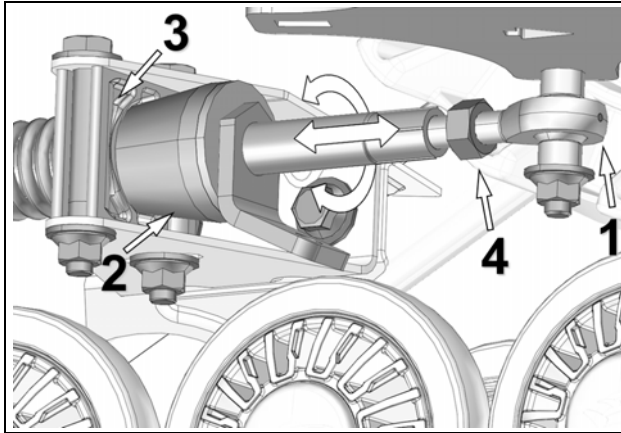

Abbildung 14
- Gegenmutter (4) lösen. Drehen Sie den Stabilisierungsarm, um die Länge des Stangenkopfes (1) einzustellen und dafür zu sorgen, dass der Gummikegel (2) einen leichten Druck auf die Verdrehsicherungshalterung (3) ausübt. Abbildung 14